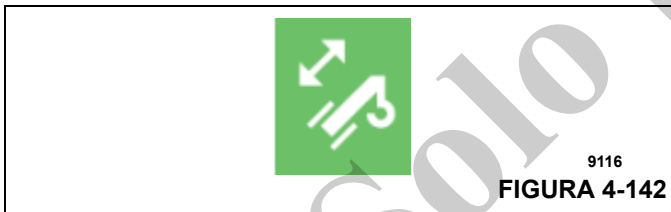

FIGURA 4-142
- Verifique que la función telescópica esté habilitada. Esto se confirma con el fondo verde del icono para la función telescópica en el área del margen derecho de la pantalla de funcionamiento. Consulte Figura 4-142.